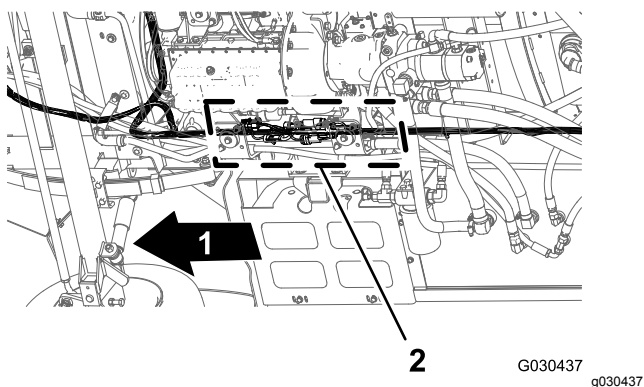

Figura 86
1. Da sotto la macchina, lungo il tubo del telaio di destra, individuate i connettori elettrici per il cablaggio preassemblato anteriore e posteriore della macchina (Figura 86).